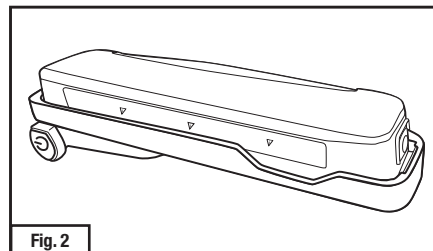

Fig. 2
2. Empuje la batería TR-630 de modo que quede bien asentada en el adaptador y la lengüeta de liberación color azul en la batería haga clic (Fig. 2).